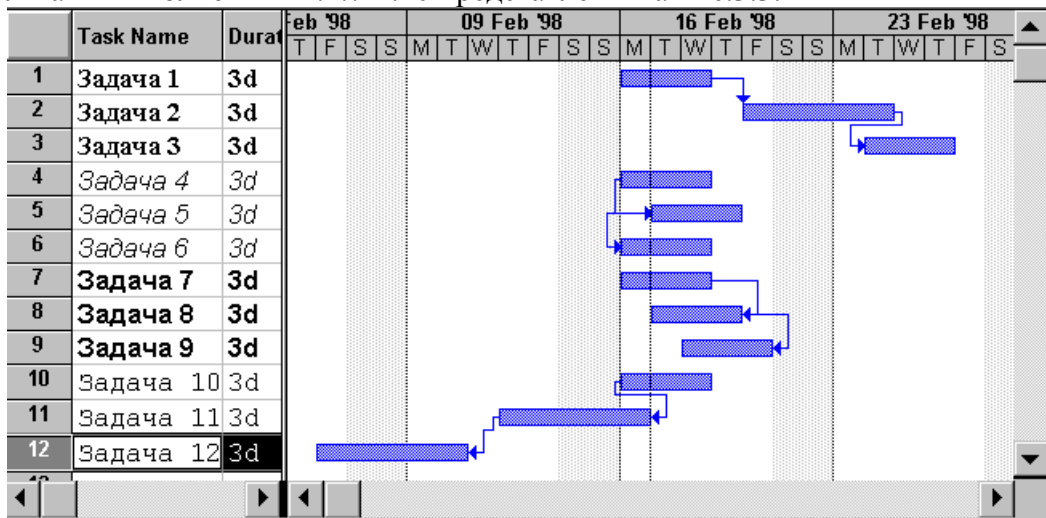

Рис.3.3.
- Результаты выполнения пп.2.7-2.10 представлены на Рис.3.3.